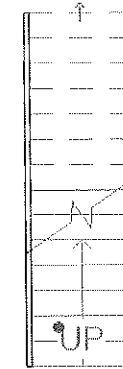

Figura 11.53 – Seleção da escada.
1. Selecione uma escada como a indicada pela Figura 11.53.